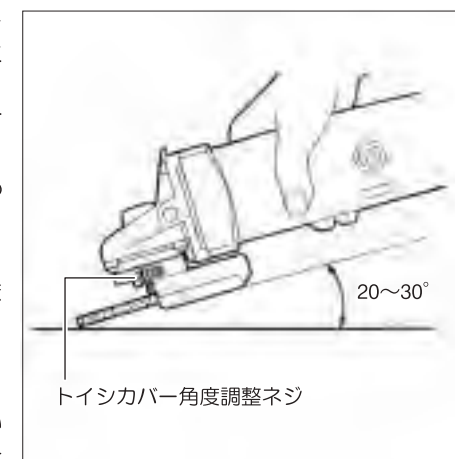

図8
- トイシの押しつけ角度は、材料に対してトイシの面が20°～30°位の角度で当るようにしてください。(図8参照)
- ④ トイシの全面を材料にあてないでください。
- ⑤ トイシの外径は外径が60mm位まで摩耗したら、新品と交換してください。
- トイシカバー上部本体差込口にネジがついています。角度を調整するときは、ネジをゆるめて調整してください。(図8参照)
④ トイシカバーは安全のため、必ず取りつけてご使用ください。